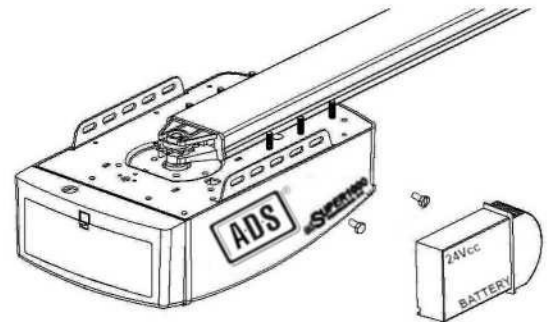

Fig.17
2.Conecte la Batería de Respaldo al Abrepuertas de Garage. (Fig.17)